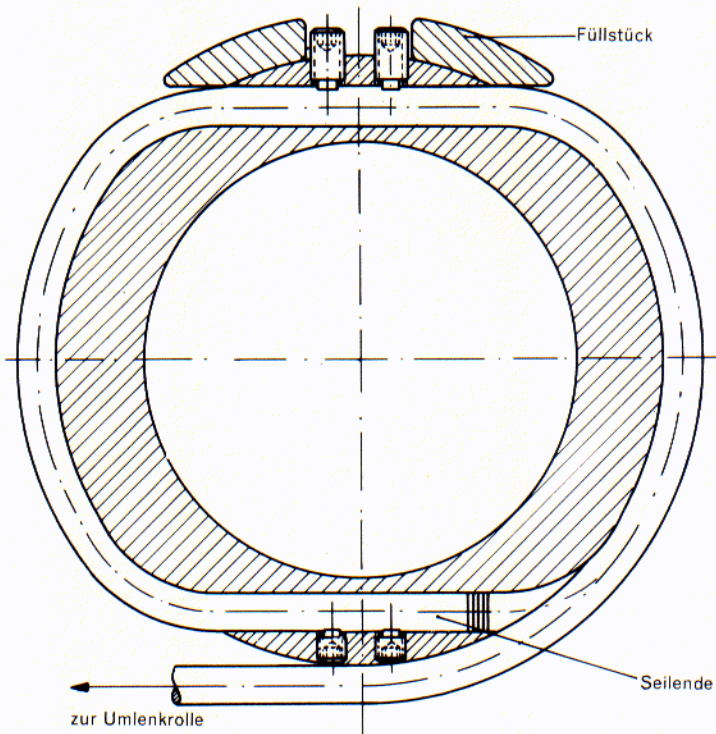

Abb. 6
4. Seil dann zuerst durch die Seileinführung mit Füllstücken (Abb. 6) und anschließend durch die Seileinführung ohne Füllstücke stecken, ohne daß das Seilende in den Trommelraum hineinragt. Gewindestifte am Seilende festdrehen, Seil rückwärts strammziehen, Gewindestifte zwischen den Füllstücken festdrehen.